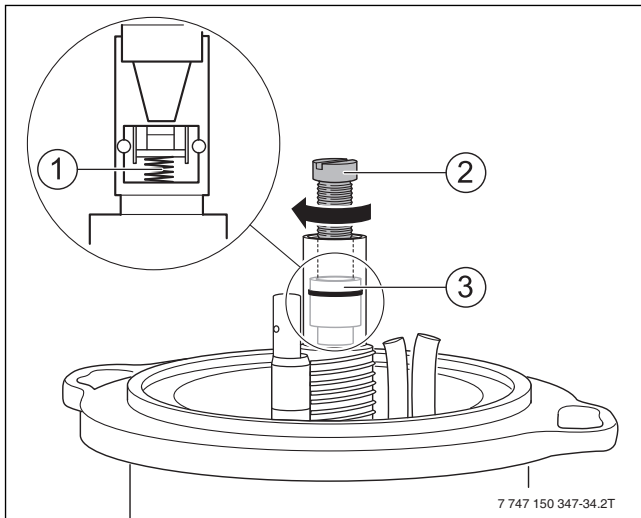

Bild 65 Abschlussventil austauschen
- ▶ Abschlussventil herausziehen (→ Bild 65, [3]).